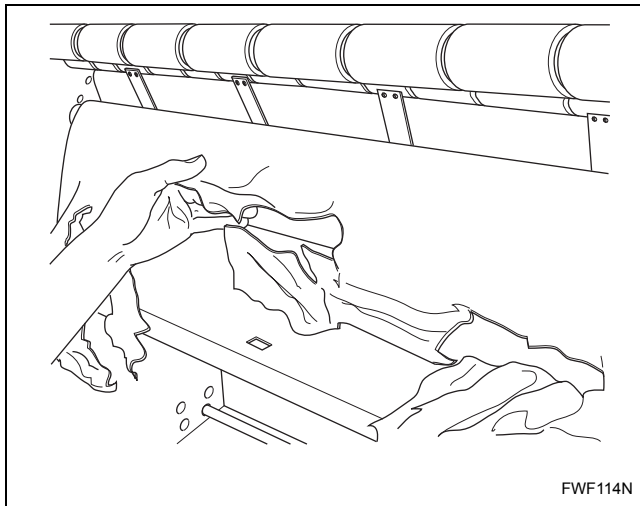

Abbildung 13
d. Schutzpapier aus der Maschine führen. Siehe *Abbildung 13*.